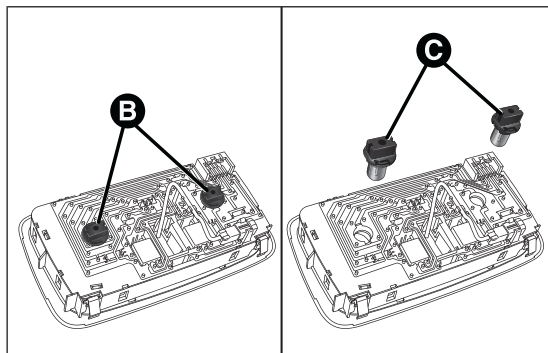

fig. 180
- dévisser les logements B fig. 180 des ampoules et les extraire en les désolidarisant vers l'extérieur puis remplacer les ampoules C ;